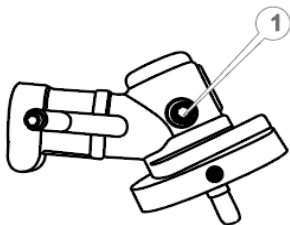

Рисунок 19. Схема змащення кутового редуктора.
1. За допомогою шестигранного ключа 5 мм відкрити гвинт (1, рис. 19).
5. Надійно закрити гвинт (1, рис. 19).